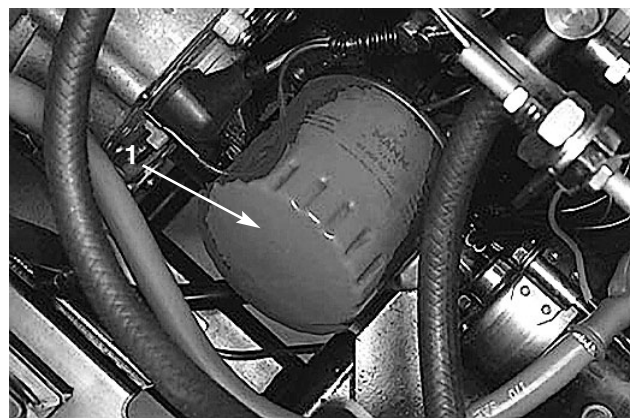

Bild 31
2. Entfernen Sie den Ölfilter (Bild 31). Ölen Sie die neue Dichtung am Ölfilter leicht mit frischem Öl ein, bevor Sie den Filter eindrehen. NICHT ZU FEST.